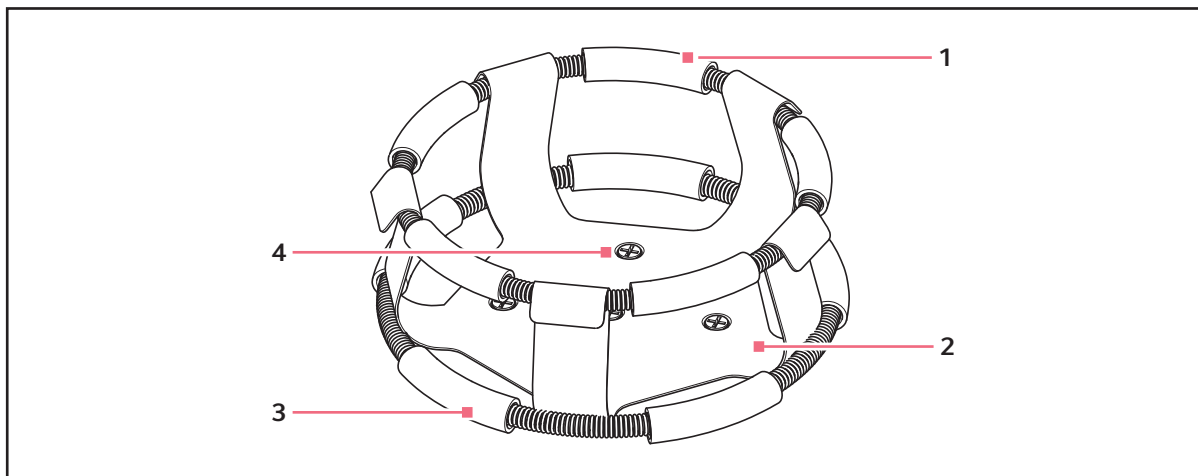

Fig. 8-3: Instalação da pinça de garras duplas
2. Com a primeira garra em posição, conforme fornecida, insira um frasco vazio na pinça na parte superior do corpo da pinça (aqui Fig. 8-3 na pág. 43).